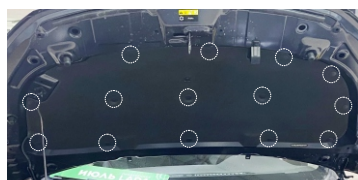

Рис.1
1. Демонтировать пистоны крепления обшивки капота, снять обшивку. (Рис.1)